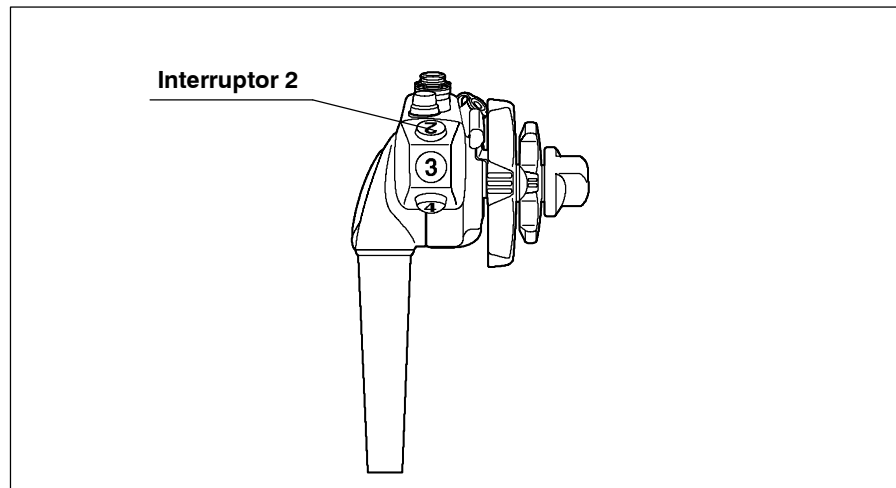

Figura 5.6
- El modo diafragma puede controlarse mediante el interruptor 2 (Iris) del control remoto del endoscopio (ver figura 5.6).